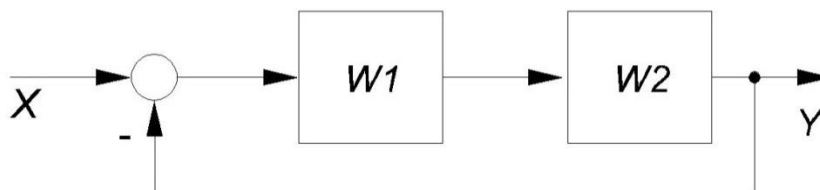

Рис. 7.1. Структурная схема динамической системы
7. В созданном М-файле составить математическое описание системы, изображенной на рис. 7.1. Математическое описание выполняется аналогично лабораторной работе №6.